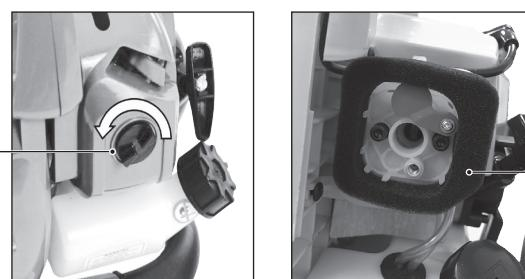

Рис. 9
- Открутите винт 1 (рис. 9) и снимите кожух воздушного фильтра.
- Извлеките фильтрующий элемент, тщательно промойте его в чистой теплой воде и высушите при комнатной температуре. Если фильтрующий элемент 2 (рис. 9) поврежден или по каким-либо причинам не может быть очищен – замените его.
- Установите фильтрующий элемент на место и закрутите винт крепления крышки воздушного фильтра (рис. 9).